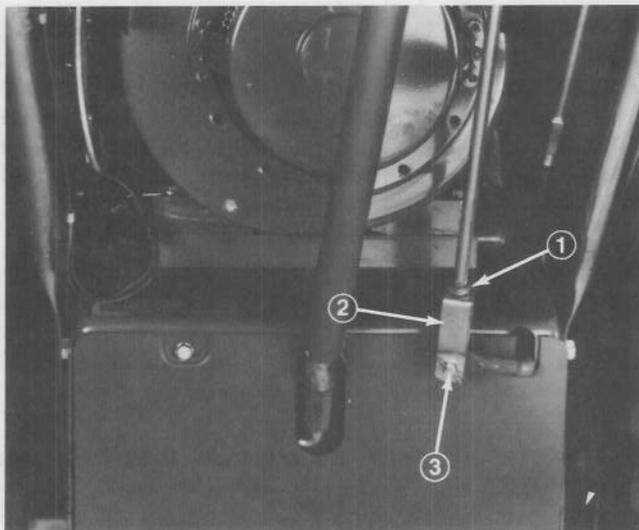

Figure 39
1. Desserrez l'écrou de blocage de l'étrier au bas de la tige de commande de tarière (Fig. 39). Ensuite, enlevez la goupille fendue et la cheville d'étrier retenant l'étrier à la tige coudée (Fig. 39).
2. Tournez l'étrier (Fig. 39) à gauche — en dévissant — pour accroître la tension et à droite — en vissant — pour diminuer la tension de la courroie.
3. Raccordez l'étrier à la tige coudée à l'aide de la cheville d'étrier bloquée avec une goupille fendue (Fig. 39). Serrez ensuite l'écrou de blocage sur le haut de l'étrier (Fig. 39).